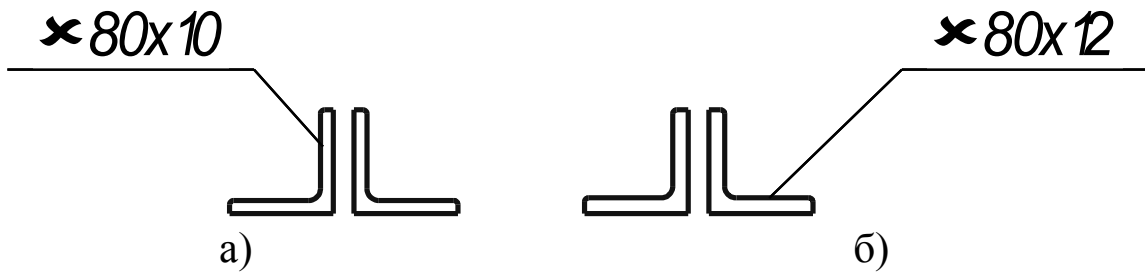

Рис. 22 Поперечные сечения раскосов и стоек фермы
5. Раскосы фермы – два уголка (см. рис.22 а).
6. Стойки фермы – два уголка (см. рис.22 б).